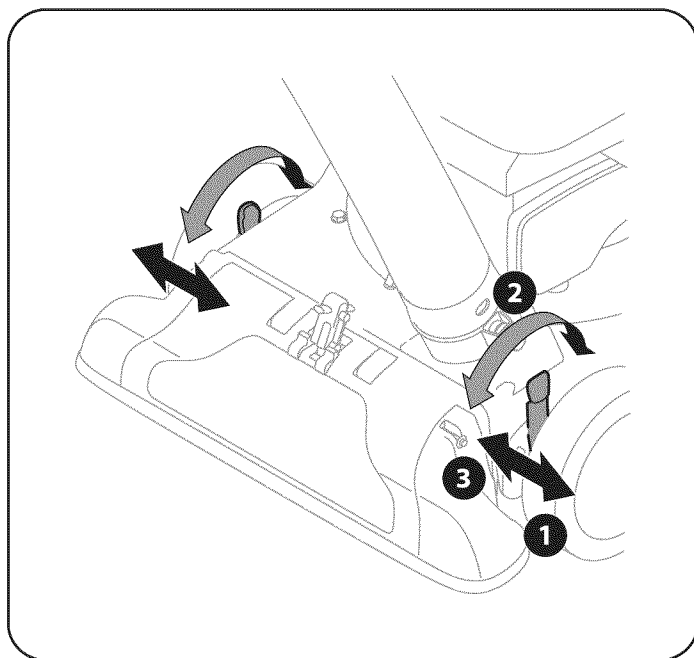

Figura 9
1. Oprima la palanca de ajuste de la altura del pico hacia la rueda. Vea la Figura 9.